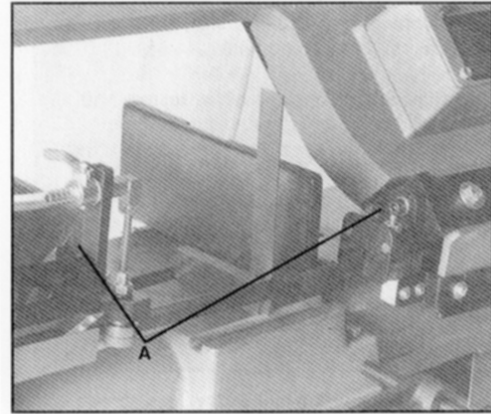

Fig. 11
2. Plaats de winkelhaak naast de lintzaag op de tafel zoals op Fig.11.
4. In geval van wijziging, draai dan de bouten (A, Fig.11) los en draai de lintzaaggeleiders lichtjes in dezelfde richting totdat de lintzaag de winkelhaak over de hele breedte raakt.
5. Draai de bouten (A) aan.